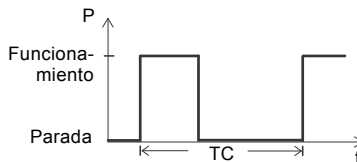

Fig. 9 Modo de funcionamiento S3
El modo de funcionamiento S3 se basa en una serie de ciclos de trabajo (TC) idénticos, cada uno de ellos compuesto por una carga constante de una cierta duración seguida de un período de reposo. El equilibrio térmico no se alcanza durante el ciclo. Consulte la fig. 9.